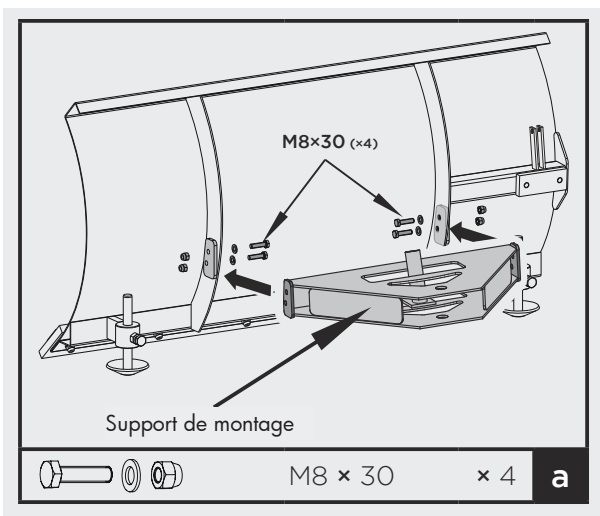

Figure 7
1. Montez le support de montage sur la lame de charrue à l'aide de boulons hexagonaux M8x30, de rondelles et d'écrous (figure 7).